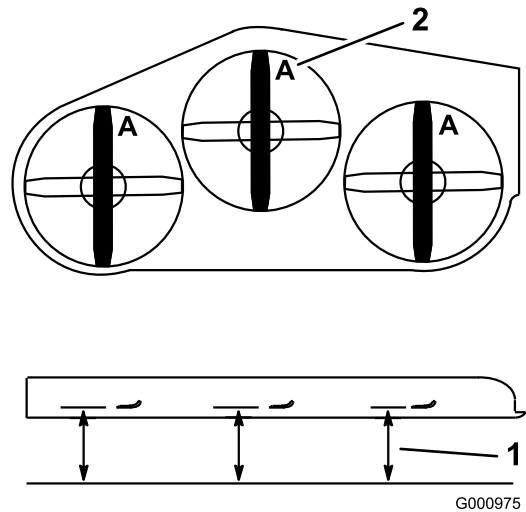

Figure 94
4. Mesurez la distance entre la surface plane et le tranchant (position A) des lames (Figure 94).